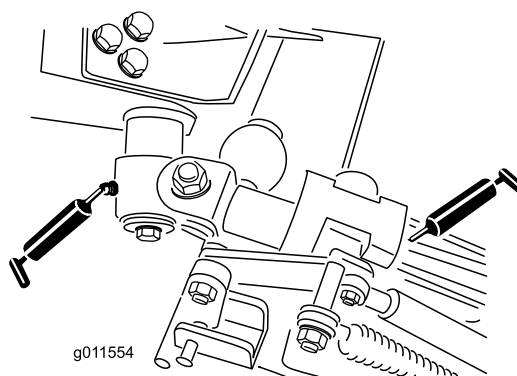

Рисунок 87
- Втулки осей поворота коленчатых рычагов (2 шт.) (Рисунок 87)
- Втулки подъемных рычагов (4 шт.) (Рисунок 87)